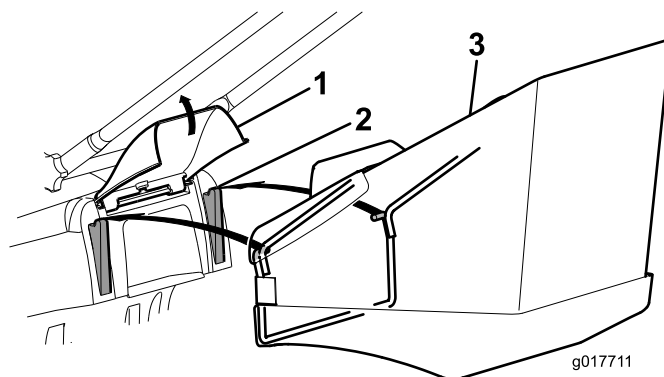
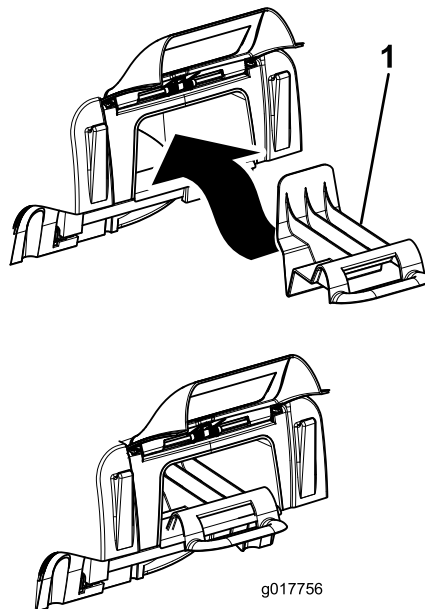

Рисунок 14
Рисунок 15
1. Поднимите заднюю дверцу, снимите заглушку для мульчирования (Рисунок 15) и установите в проушины мешок для сбора травы (Рисунок 14).
**Примечание:** Чтобы перенастроить газонокосилку из режима сбора травы в мешок в режим утилизации, снимите мешок для сбора травы, установите заглушку для мульчирования, снятую на этапе 1, и опустите заднюю дверцу (Рисунок 15).